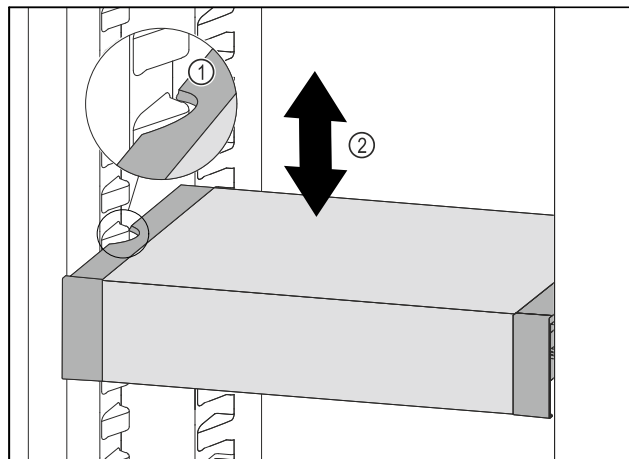

Fig. 243
- ▶ Изтеглете VarioSafe напред, докато страничните прорези на VarioSafe се намират на височината на реброто на съда в хладилната част. Fig. 243 (1)
- ▶ Преместете VarioSafe нагоре или надолу в хладилната част, докато се достигне желаната височина. Fig. 243 (2)